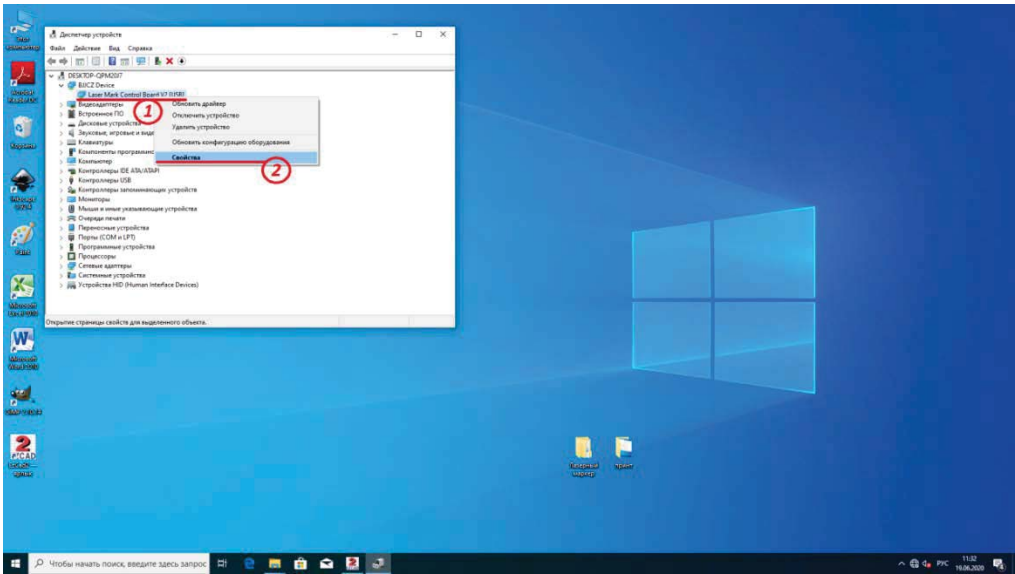

Рисунок 6
- найти необнаруженное устройство и войти в его свойства рисунок 6